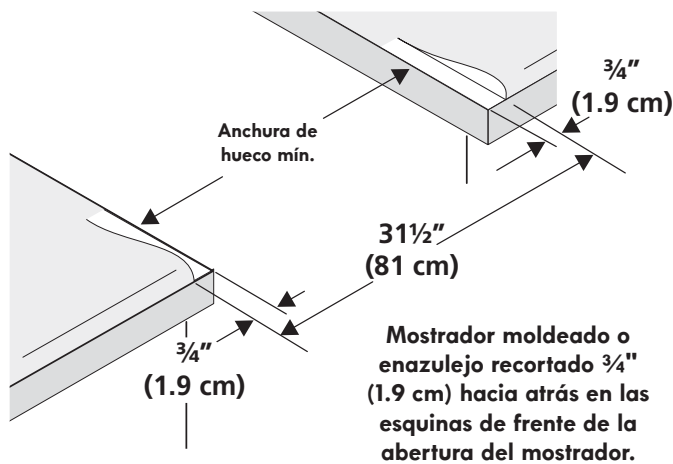

Figura 3
Este electrodoméstico está fabricado con un suministro eléctrico neutro blanco y un alambre de cobre conectado al armazón. El armazón está puesto a tierra por un enlace de la conexión a tierra con la conexión del neutro al final de la línea eléctrica, si es usado en los estados unidos una nueva instalación de circuito de bifurcación (1996 NEC), casa rodante, vehículos recreacionales, o donde los códigos locales no permitan poner a tierra mediante el neutro (blanco) o en Canadá, desconectar la conexión blanca de la verde y utilizar la conexión a tierra para poner a tierra la unidad de acuerdo a los códigos locales, conectar el neutro al circuito de bifurcación- conductor neutro de manera usual. Ver Figura 4. Si su electrodoméstico va a ser conectado a una caja de conexión puesta a tierra de 3 cables (en los estados unidos solamente), donde los códigos locales permitan conectar el conductor de poner a tierra-electrodoméstico con el neutro (blanco) ver Figura 3.
- **El reborde de frente de mostradores moldeados** deben tener bordes moldeados a $\frac{3}{4}$ " (1.9cm) a partir de cada extremidad de la apertura (Figura 3).
- **Los mostradores enazulejos** deberán necesitar un recorte de $\frac{3}{4}$ " (1.9 cm) a partir de cada extremidad y/o un borde redondeado aplanado (Figura 3).